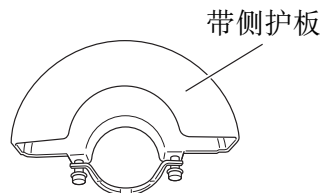

图 1
- 使用切割砂轮时，请务必拆下标准附件砂轮保护装置，并装上带侧护板（另售）的砂轮保护装置（图 1）；